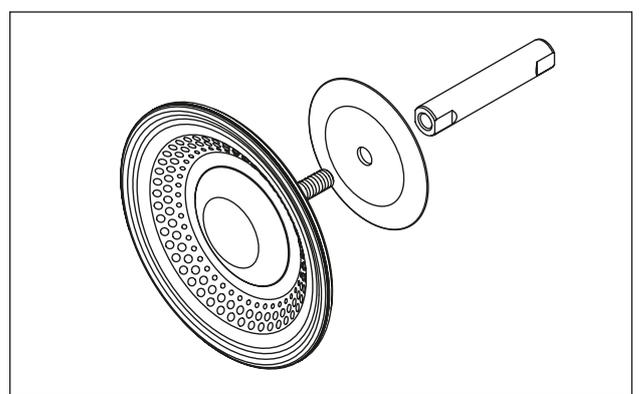

Fig. 15: Montaje de DEPA E4® Membrana combinada
- Ensamblaje de la cámara de bombeo: Montar la membrana y fijarla atornillando el disco exterior de membrana con el par de apriete indicado en el capítulo 9.4 "Pares de apriete". Las cámaras de bombeo se han de montar siempre con la membrana en posición de aspiración (presionando el disco de membrana hacia dentro, hacia la cámara de aire) (Fig. 15). Atornille la cinta de sujeción o la brida de montaje. Monte la segunda membrana siguiendo el procedimiento análogo. Tienen que estar alineadas las superficies de contacto de las